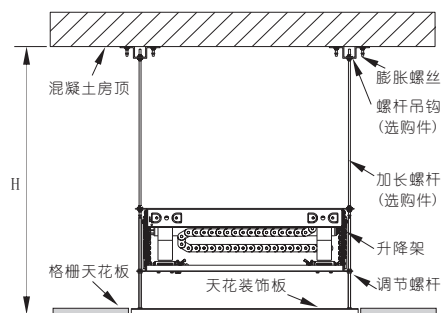

图4 较高天花的安装方式
- B. 如果 $H > H1$ (假设H2调至最长状态)，则需要通过加长螺杆 (选购件) 来安装，见图4。